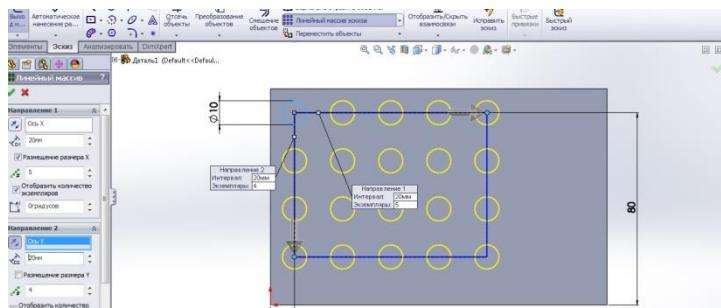

Рис. 5.4
- **Двонаправлений масив.** У Менеджері властивостей треба вказати необхідні параметри із двома напрямами (рис. 5.4).